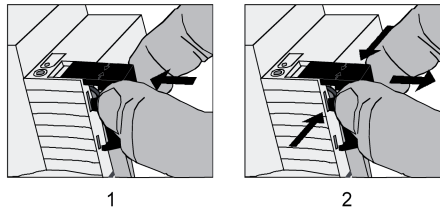

Figure 5: Poser/retirer le capuchon de protection pour la connexion du bus
- Poser le capuchon de protection : Pousser le capuchon de protection sur la borne de bus jusqu'à ce qu'il s'enclenche sensiblement (figure 5).
- Retirer le capuchon de protection : Pour retirer le capuchon de protection, le presser légèrement sur le côté et le tirer vers l'avant (figure 5).